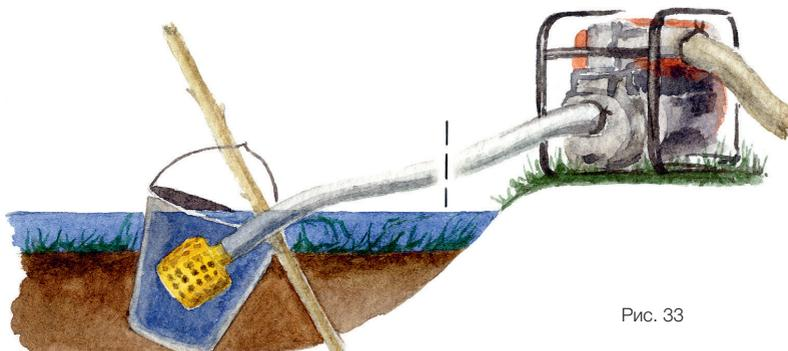

Рис. 33
■ При установке на мелкий чистый водоём выкопайте углубление для заборной сетки, в мелкий водоём с грязью на дне – вкопайте в дно ведро, чтобы вода поступала к заборной сетке через его верхний край (рис. 33).